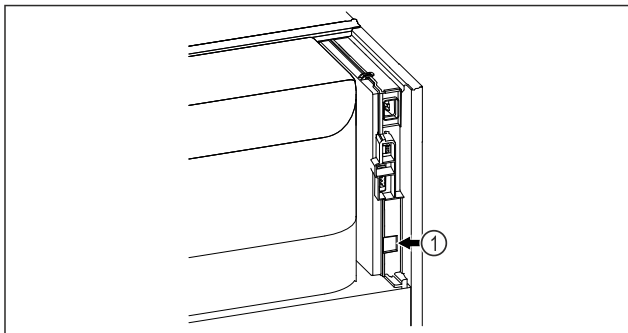

Fig. 61
- ❑ SmartModule Fig. 61 (1) on asennettu.